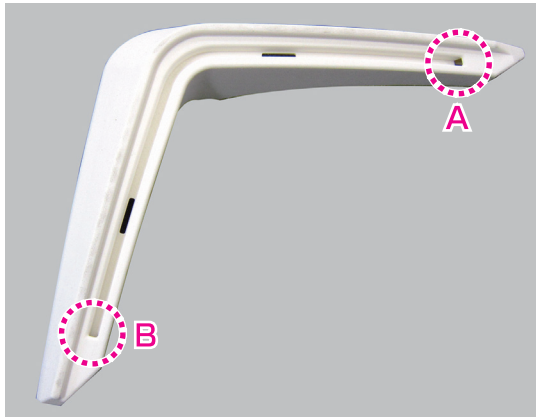

図 3
- 図 3 ● 部（ガーニッシュの裏型形状が当たる箇所、ガーニッシュの厚みが有り、ビスが貫通しない所）に 5.0mm の穴をあけて下さい。図 3 ● 部ガーニッシュで隠れる箇所に配線を通す用に 5.0mm の穴を純正バンパーにあけて下さい。
- ガーニッシュ取付部を十分に脱脂し、図 3 を参考に ●●●●部 へ付属 c を塗布して下さい。
- 図 3 の ● 部、純正バンパー内側よりガーニッシュへ向かって付属 a で固定して下さい。